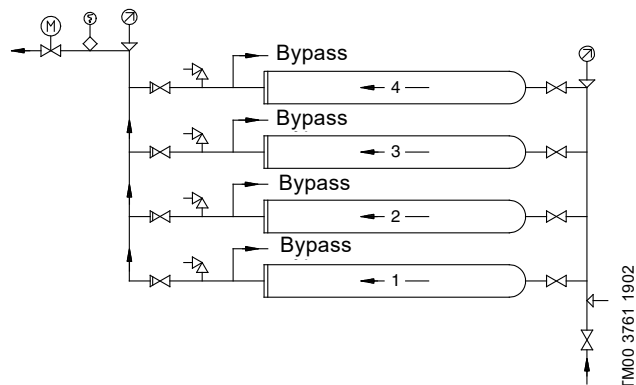

Abb. 7 Druckerhöhungsanlage mit vier parallel geschalteten, übereinander angeordneten Modulen
Die Grundfos Druckmodule werden standardmäßig ohne eingebautes Rückschlagventil geliefert. Auf Anfrage kann jedoch ein Rückschlagventil eingebaut werden. Siehe Abb. 7.
- Bei parallel geschalteten, übereinander angeordneten Modulen wird empfohlen, die Rohrleitungen wie in Abb. 7 dargestellt anzuschließen. Durch diese Anordnung wird sichergestellt, dass die Module vor dem Einschalten mit Wasser gefüllt werden.